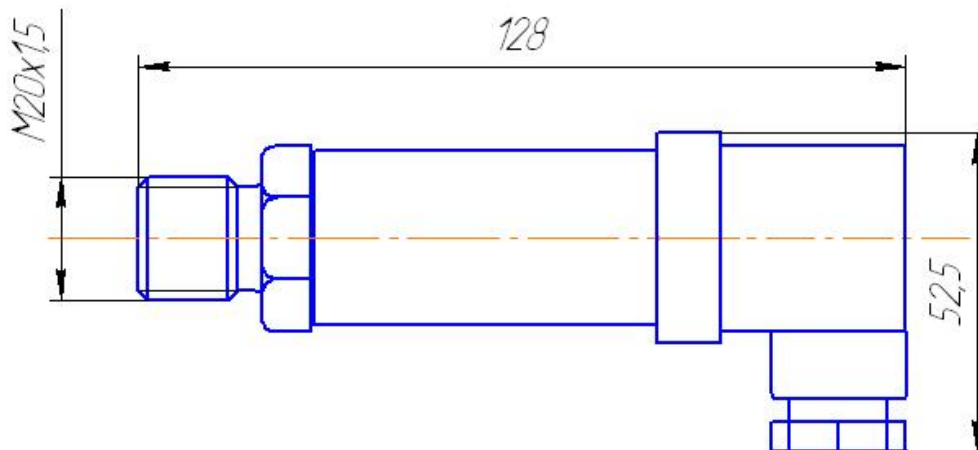

Рис.2 Общий вид датчика ДДМ-03-ХХ-ДИ(ДВ)
- 3.16. Габаритные размеры приведены на рис.2, рис 3, рис 4.
5.2. Общий вид датчика показан на рис.2, рис 3, рис 4.